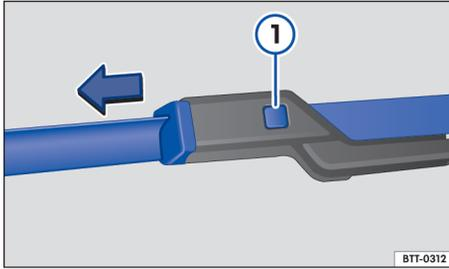

Fig. 160 Cambio de las escobillas del limpiaparabrisas.
- Mantenga presionada la tecla de desbloqueo \Rightarrow fig. 160 ① y tire al mismo tiempo de la escobilla en el sentido que indica la flecha.